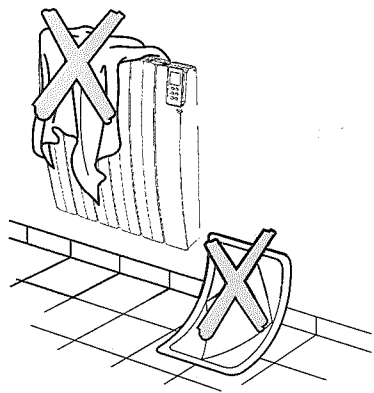

Fig. 5
**IMPORTANT: Ne couvrez en aucun cas le radiateur en marche (fig. 5), cela pourrait provoquer une surchauffe dangereuse.**